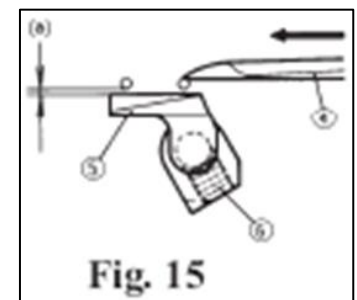

Fig. 15
Cuando el Engarzador (artículo 4) avanza hacia la izquierda, pasa detrás de la aguja, el espacio libre (a) entre las agujas y el salva agujas (del frente) (artículo 5) debe ser tan pequeño como sea posible, no obstante suficiente para los que hilos de la aguja pasen a través de él (vea Fig.15).
B. Afloje el tornillo (artículo 7), mueva el salva agujas (delantero) (artículo 5) de adelante a atrás y vice versa y ajuste el espacio libre (a) (vea Figs. 15 en 16).